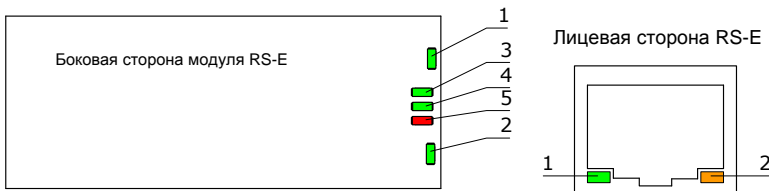

Рис. 6. Расположение светодиодов индикации на модуле RS-E
Подключение по локальной сети осуществляется с помощью стандартного разъёма RJ-45. Кабель может быть любого типа обжимки (компьютер – HUB/компьютер – компьютер). Модуль имеет функцию Auto MDI/MDIX (automatic MDI/MDI crossover) – автоопределение подключенного типа кабеля и устройства на другой стороне. Вид модуля со стороны разъёма подключения сетевого кабеля показан на рис. 6. На разъёме модуля расположены два индикатора. Цифрой 1 обозначен светодиод «Линия». Он загорается при правильно подключенном сетевом кабеле. Цифрой 2 обозначен светодиод «Активность». Он загорается совместно со светодиодом «Линия» и на короткие отрезки времени гаснет во время приёма (передачи) данных по сети Ethernet.
На модуле так же находятся индикаторы (см. рисунок 6):
- подайте питание на модуль, при этом загорятся индикаторы 3, 4 и 5 (Рис. 6), через 3 секунды эти индикаторы на полсекунды погаснут и снова загорятся, ещё через секунду погаснут зелёные индикаторы 3 и 4, а красный индикатор 5 начнёт равномерно мигать с интервалом в одну секунду;